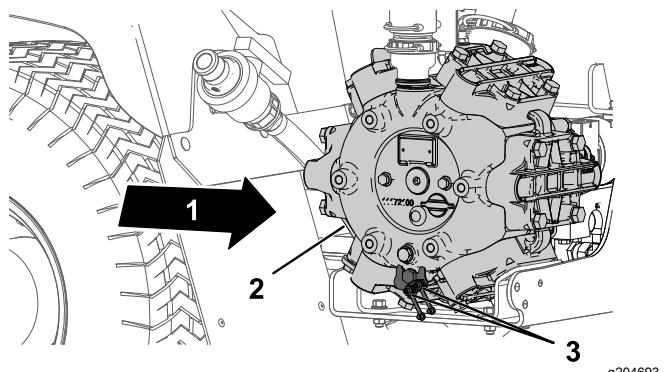

图 61
1. 将 2 个远距离黄油嘴擦拭干净 图 61。
2. 用黄油枪将润滑脂打入到远距离黄油嘴 图 61。